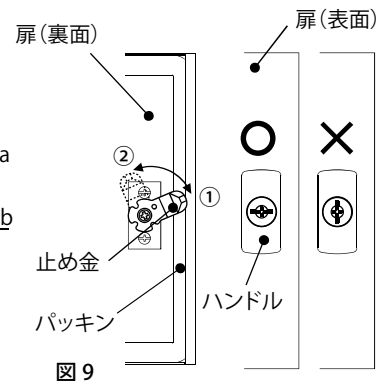

図 9
3. ハンドルの一溝をヨコ向、止め金を①の位置で取付けてください。(図 9)
4. 取付け後は止め金を②の方向に動かして『カチカチ』と音がすることを確認してください。(図 9)